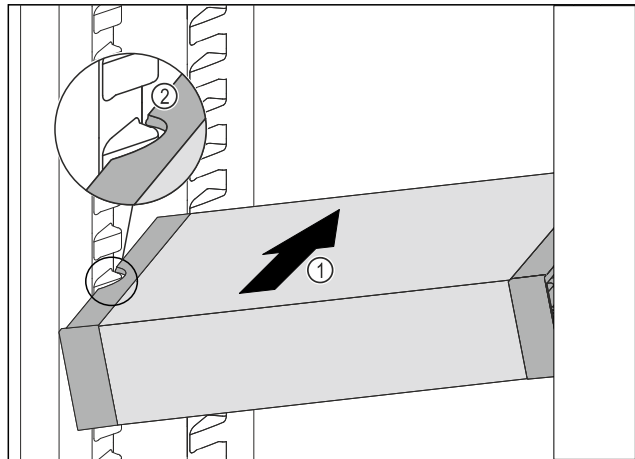

Fig. 78
- ▶ Työnnä VarioSafe vinoon jääkaappiosaan Fig. 78 (1), kunnes VarioSafen sivuilla olevat lovet Fig. 78 (2) ovat jääkaappiosassa olevien kotelokiilojen tasolla.